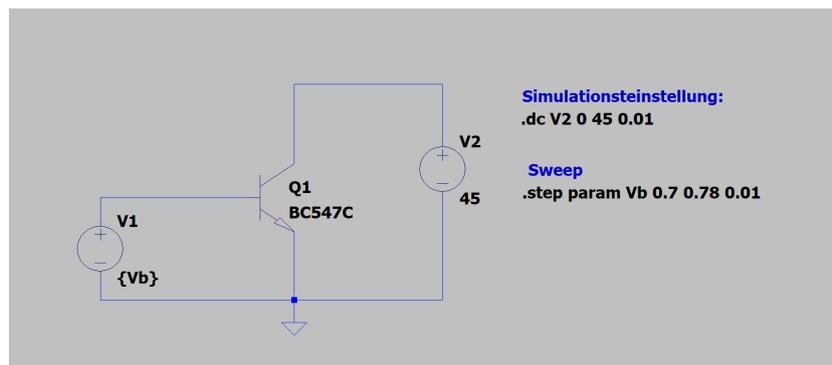

Abbildung 6: Simulationseinstellung für AC-Analyse
b) Die Simulation wird wie in Abbildung 6 durchgeführt.